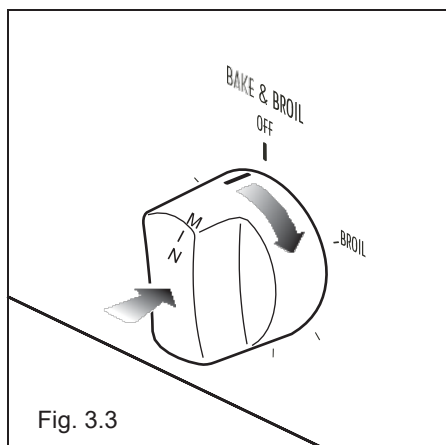

Fig. 3.3
- 2) Tournez le bouton vers la position BROIL, comme indiqué dans la figure 3.3. Le four s'allume automatiquement et s'allume en 5,5 secondes ; s'il ne s'allume pas la première fois, il s'allumera de nouveau après 12 secondes et s'allumera en 5,5 secondes. Si cela ne fonctionne pas après trois tentatives, réinitialisez le bouton sur OFF, puis rallumez-le.